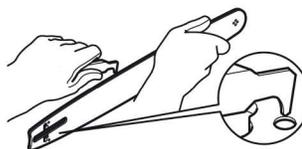

Fig. 48
- > Verifique a roda motora (22). Se estiver gasta ou deformada, mande-a substituir por um agente de assistência autorizado.
- > Limpe os resíduos da calha da lâmina-guia (4) com uma chave de fendas, uma espátula de pedreiro, uma escova de arames ou outra ferramenta do género. Assim manterá as passagens do óleo desobstruídas para obter uma boa lubrificação da lâmina (4) e da corrente (3) (Fig. 48).